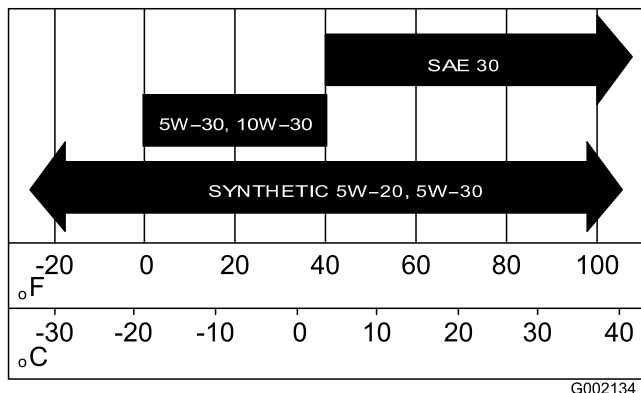

Figura 31
- Riempite la coppa con l'olio specificato (Figura 31).